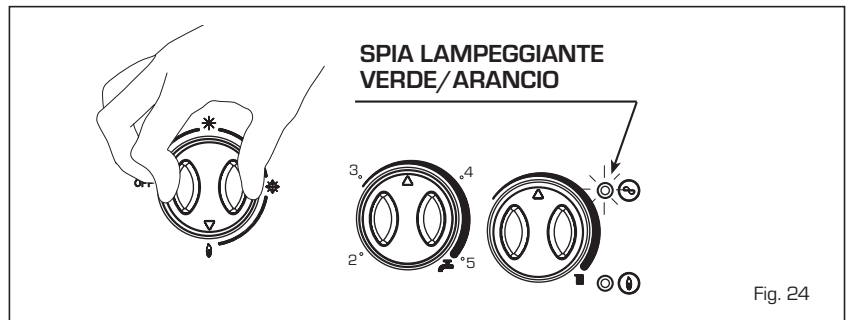

Fig. 24
4.7.1 Funzione spazzacamino (fig. 24)